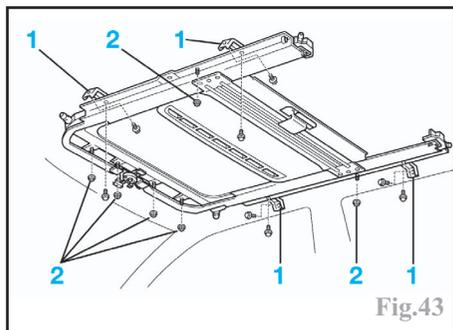

Fig.43
- les 8 vis des 4 équerres (1) de fixation du support de toit ouvrant (Fig.43).
- les 6 écrous (2) de fixation du support de toit ouvrant.